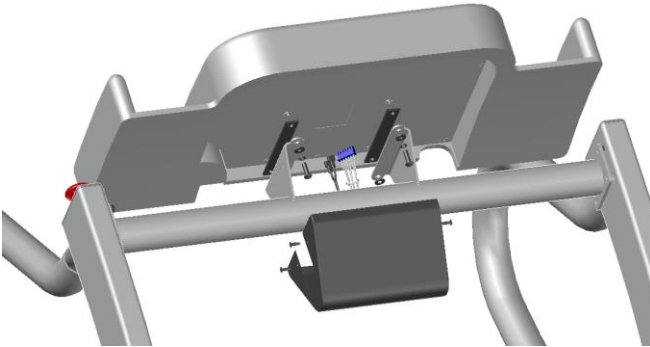

Abbildung 5-2
3. Abbildung 5-2 zeigt die Montagekomponenten, die im Lieferumfang des Laufbandes enthalten sind. Das Kit enthält:
- (4) ¼-20-Schrauben